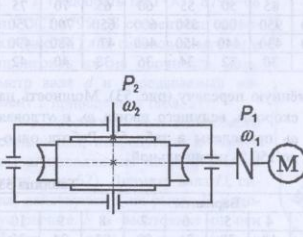

Рис. 54
5. Рассчитать червячную передачу редуктора (рис. 54). Передаваемая червяком мощность P_1 , угловая скорость его ω_1 и передаточное число редуктора u приведены в табл. 54. Недостающими данными задаться. Срок службы передачи 20 000 ч.
6. По данным задачи 5 рассчитать вал червячного колеса редуктора (рис. 54) и подобрать для него по ГОСТ подшипники качения. Расстоянием между подшипниками задаться. Вал колеса соединяется со следующим валом посредством упругой муфты. Привести рабочий эскиз вала (см. рис. 6).